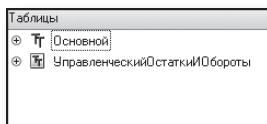

Рис. 16.19. Таблицы запроса
- виртуальная таблица регистра бухгалтерии Управленческий.ОстаткиИОбороты (рис. 16.19).